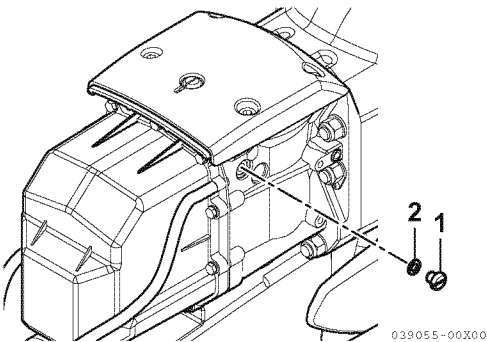

Figura 1
1. Retire el tapón respiradero de aceite (1, **Figura 1**) y la junta (2, **Figura 1**).